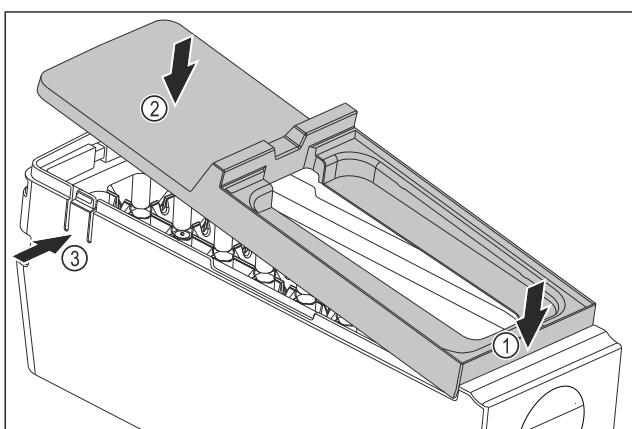

Fig. 94
- Montáž krytu korpusu EasyTwist-Ice: Kryt nasadte vpred. Fig. 94 (1)
- Kryt spusťte dozadu. Fig. 94 (2)
- Kryt počutelne zapadne od oboch stranev Fig. 94 (3).